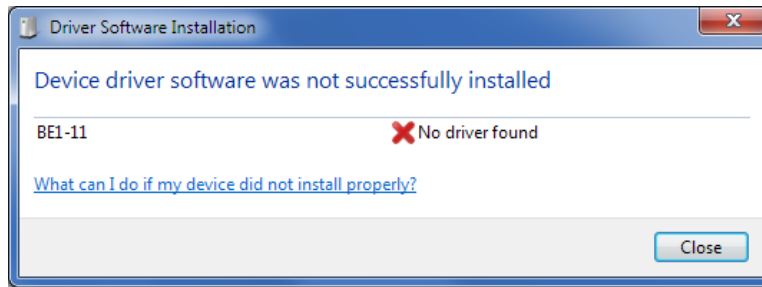

Figure 89-1. Installation du logiciel pilote
Étape 1 : Si le message dans la Figure 89-1 s'affiche, fermez tous les programmes et redémarrez l'ordinateur.